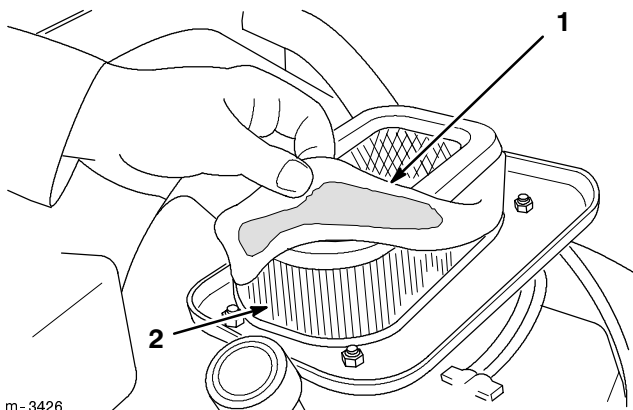

Abbildung 25
5. Papiereinsatz und Schaumelement herausnehmen und voneinander trennen (Abb. 25).
1. Das Schaumelement vorsichtig auf den Papiereinsatz schieben (Abb. 25).